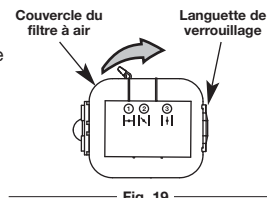

Fig. 19
8. Faites pivoter le couvercle vers la droite et fermez en appuyant de sorte que la languette du filtre arrière se loge dans l'encoche de la plaque arrière (Fig. 19).